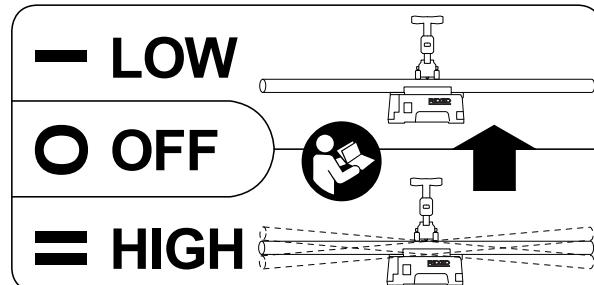

Figure 8 – Etiquette de vitesse de rotation
7. Positionnez la pédale de commande comme indiqué à la *Figure 8* afin d'assurer une position de travail appropriée.
Ce coupe-tube électrique offre deux régimes de rotation – « LOW » (basse vitesse) et « HIGH » (haute vitesse) comme indiqué à la *Figure 8*.